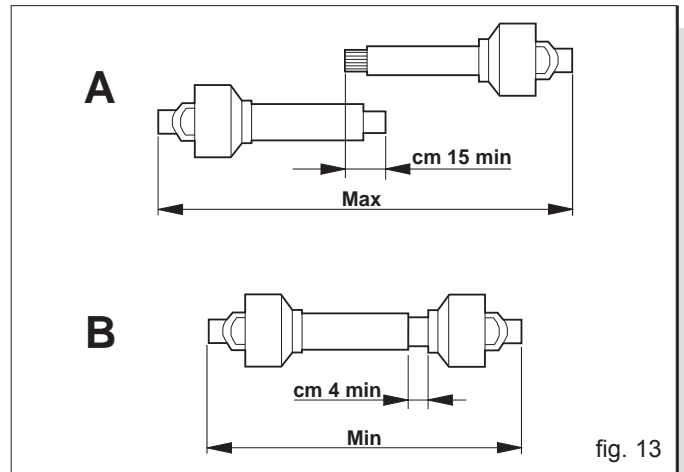

fig. 13
- Cuando el árbol cardán se encuentra totalmente afuera, los dos tubos tienen que superponerse por lo menos de 15 centímetros (A Fig. 13). Mientras cuando este se encuentra insertado al máximo, el yugo mínimo permitido es de 4 centímetros B Fig. 13).